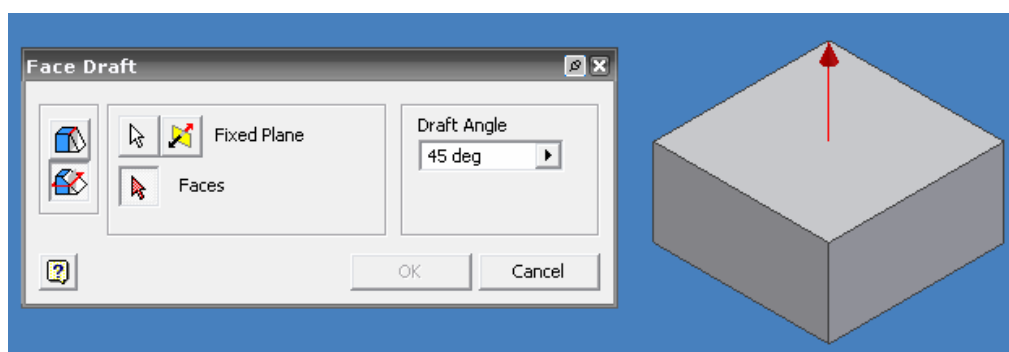

Figura 3.61 Selección del plano referencia en FIXED PLANE.
- Seleccione el plano superior de su solido como plano de referencia y un ángulo de 45°, tal y como se muestra en la figura 3.61.